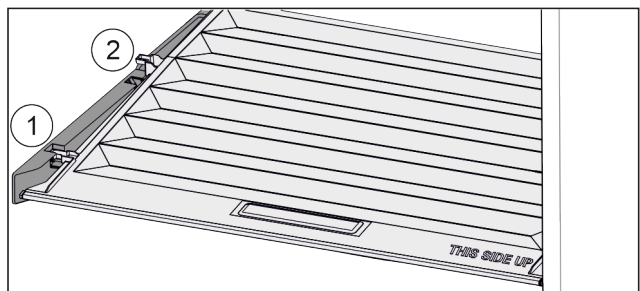

Fig. 41
- ▶ Deckel bis zur Öffnung in den Halteteilen nach vorne ziehen *Fig. 41 (1)*.
- ▶ Hinten von unten anheben und nach oben wegnehmen *Fig. 41 (2)*.